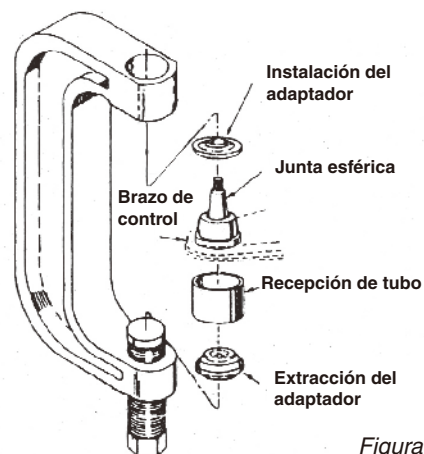

Figura 1
1. Montar la prensa "C" en el brazo de control como se muestra en la Figura 1. Seleccione el tamaño correcto de tubos de recepción como MBP1000, BPS400, MBJA20 y con más, y colóquelo bajo la rótula del vehículo como se muestra.